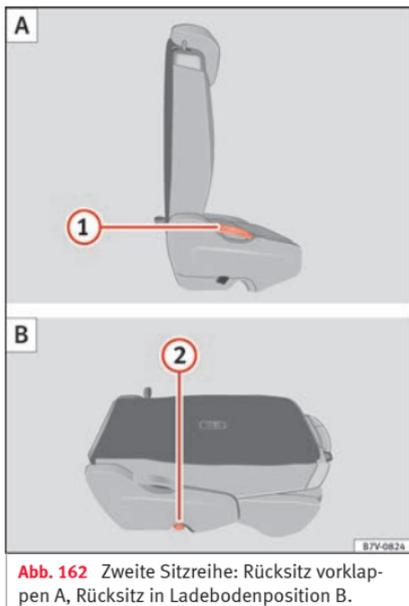

Abb. 162 Zweite Sitzreihe: Rücksitz vorklappen A, Rücksitz in Ladebodenposition B.
- Entfernen Sie Gegenstände aus dem Fußraum vor und hinter dem Rücksitz »» ❶.
- Hebel »» **Abb. 162** ❶ nach oben ziehen und Rücksitzlehne nach vorn klappen. Der komplette Rücksitz klappt nach vorn »» ⚠.
- Die nach vorn geklappte Rücksitzlehne herunterdrücken, bis die Rücksitzlehne in der Ladebodenposition eingerastet ist »» **Abb. 162 B**.
- Hebel »» Abb. 162 ❶ nach oben ziehen und Rücksitzlehne in die aufrechte Position klappen. Der komplette Rücksitz klappt nach hinten.